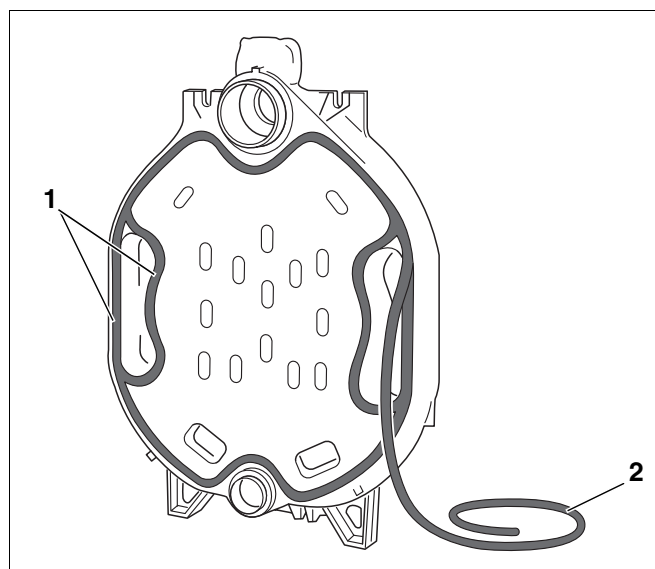

Fig. 11 Innlegging av pakningssnoren (KM-snor)
- Legg den elastiske pakningssnoren (KM-snor: fig. 11, **pos. 2**) inn i pakningsnotene (fig. 11, **pos. 1**) på forsiden av bakelementet, start i øvre navområde og trykk forsiktig. I skjøtene skal pakningssnoren overlappe 2 cm og trykkes godt sammen.